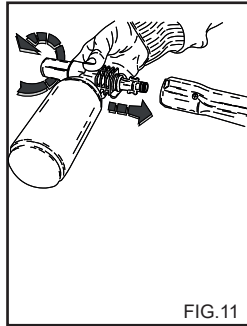

FIG.11
- 2) Quitar la prolongación de la empuñadura e introducir el kit pulverizador de detergente (fig. 11), accionar la hidrolimpiadora y cubrir la superficie a lavar con un movimiento desde abajo hacia arriba.